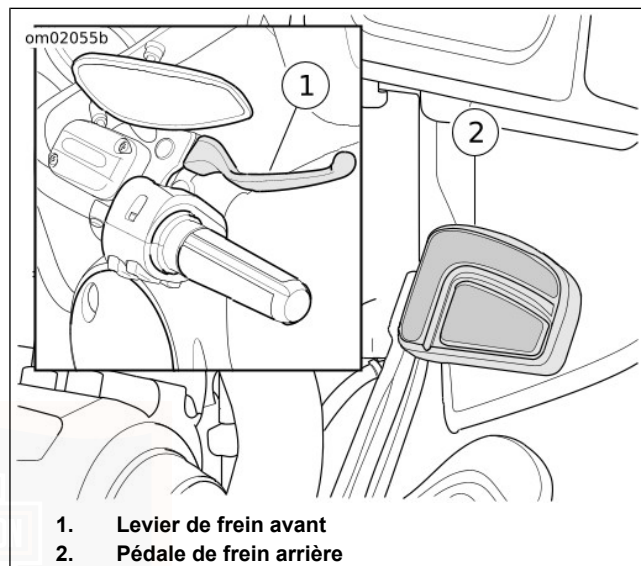

Figure 45. Commandes de freinage
Voir Figure 45. Le levier de guidon de frein avant (1) commande le frein de la roue avant. Le levier se situe sur la droite du guidon. Actionner le levier de guidon avec les doigts de la main droite.
Voir Figure 45. La pédale de frein arrière (2) commande le frein de la roue arrière. La pédale se situe sur la droite du guidon. Actionner la pédale de frein arrière avec le pied droit.